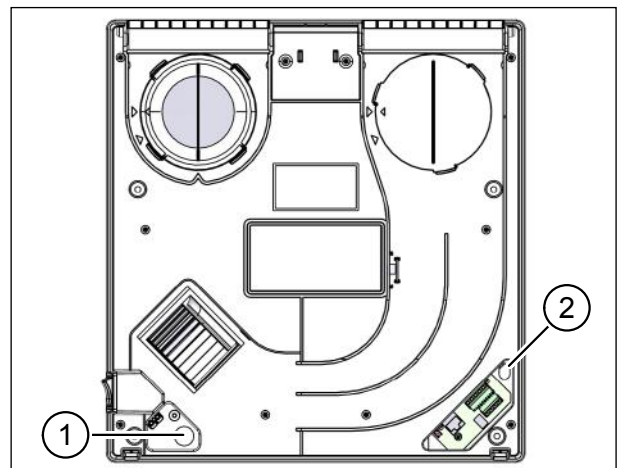

Abb. 26: Netz- und ggf. Steuerkabel einfädeln
- ▶ Fädeln Sie das Netzkabel in die Bohrung (Pos. 1 in Abb. 26) am Lüftungsgerät und ziehen Sie das Kabel durch die Bohrung.
- ▶ Fädeln Sie ggf. das Steuerkabel in die Bohrung (Pos. 2 in Abb. 26) am Lüftungsgerät und ziehen Sie das Kabel durch die Bohrung.